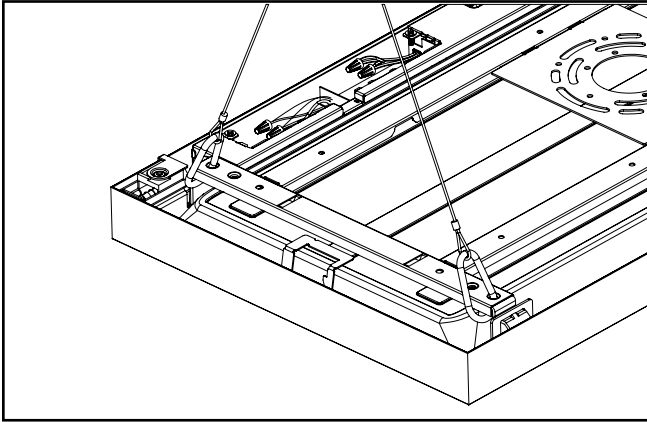

Figura 18.
7. En el caso de los modelos de 1x1 y 1x2, conecte los mosquetones al soporte de montaje como se muestra en la Figura 18.